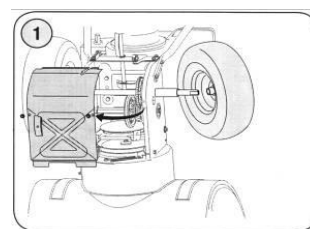

Рис. 19
- Переместите рычаг регулировки скорости в положение три вперед (3).
- Снимите правое колесо, выкрутив болт и шайбу, которые крепят его к оси (см. рис. 19).